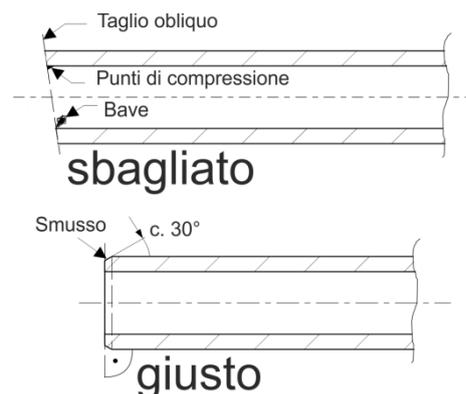

Fig. 19 Taglio dei tubi
- I tubi devono essere tagliati con un tagliatubi alla distanza necessaria. In particolare occorre fare attenzione che il taglio sia perpendicolare all'asse del tubo. Le eventuali "bave" sporgenti vanno eliminate, **Fig. 19**.
- Le estremità dei singoli pezzi di tubo devono essere lievemente smussate mediante un utensile idoneo, ad es. uno spelatubi, **Fig. 19**.